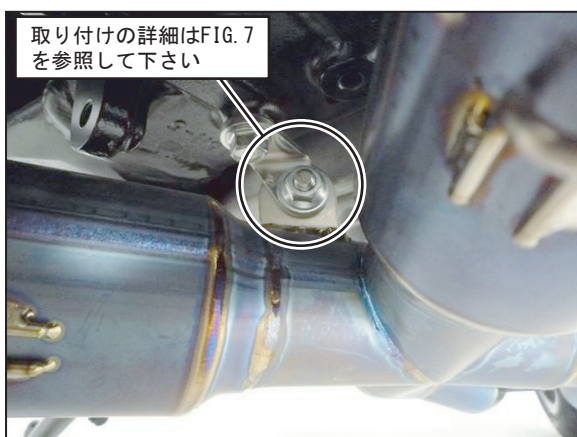

FIG. 6
5. ①ヘッダーASSYの分岐部のステーを、手順3で取り付けした⑦マフラステーに合わせ、⑧フランジボルトM8×20、⑨平ワッシャM8×20、⑩フランジナットM8を使用して取り付け、仮締めして下さい。（FIG. 6. 7参照）